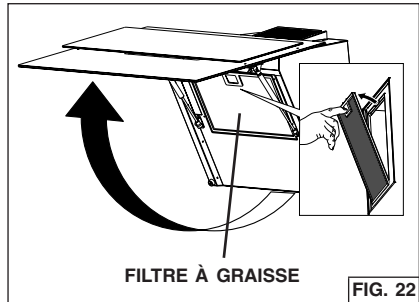

FIG. 22
1. Pour retirer le filtre à GRAISSE, enfoncez la languette de blocage pour dégager le filtre de la hotte. Inclinez le filtre vers le bas et retirez-le. Fig. 22.